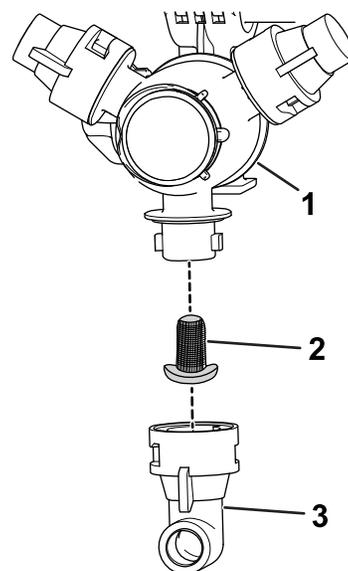

Рисунок 31
2. Снимите сопло с поворотной распылительной головки (Рисунок 31).
3. Снимите фильтр сопла (Рисунок 31).
5. Установите фильтр сопла (Рисунок 31).
6. Установите сопло на поворотную распылительную головку (Рисунок 31).